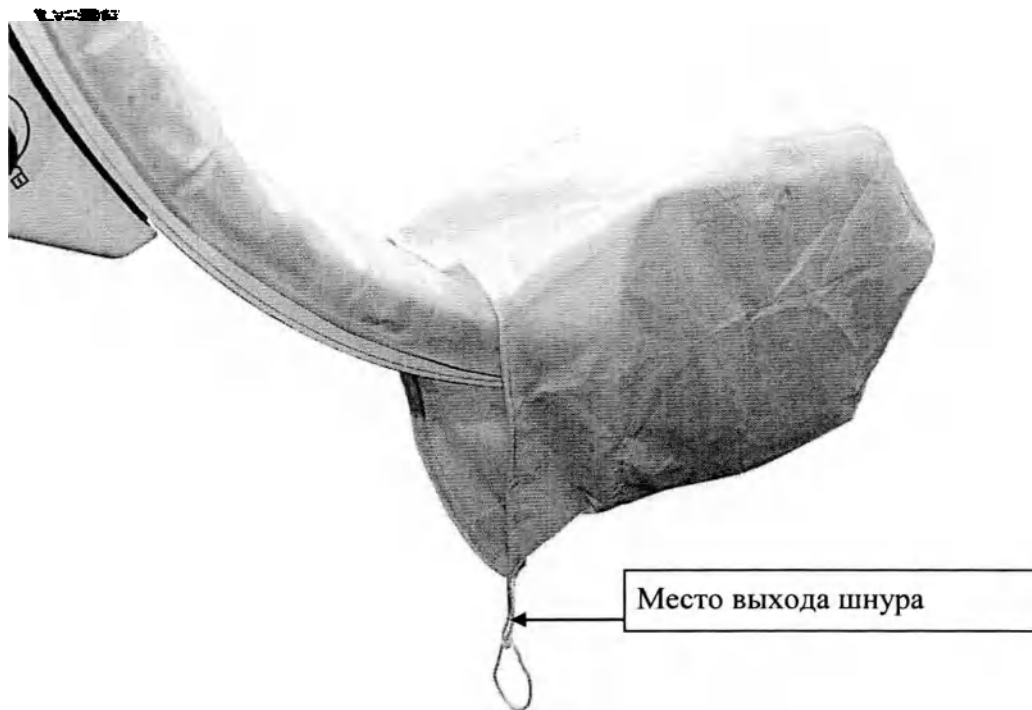

Рисунок 7.9
2. Наденьте чехол на блок излучателя (см. Рисунок 7.9), при этом обратите внимание, чтобы место выхода шнура располагалось под дугой.